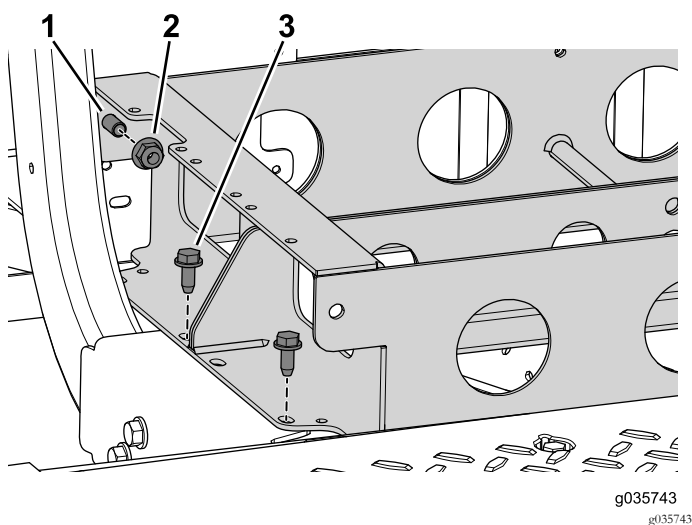

Figura 60
7. Retire los 4 pernos que sujetan la bandeja de baterías a la máquina (Figura 60).
8. Retire las 2 tuercas con arandela prensada, pero no los 2 pernos, que conectan las bandejas de baterías delantera y trasera (Figura 60).